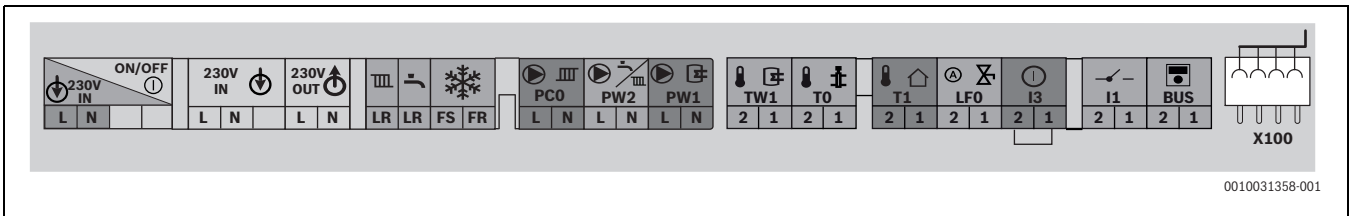

Fig. 20 Bornier pour accessoires externes
- Pour la protection contre les projections d'eau (IP), découper le serre-câbles suivant le diamètre du câble utilisé.
- Raccorder le câble au bornier des accessoires externes (→ fig. 20).